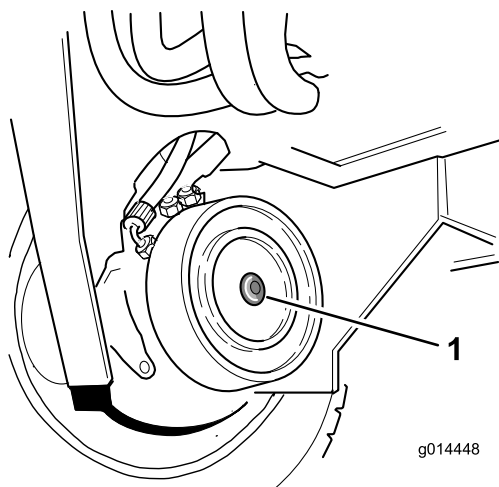

Figure 35
2. Identifiez le frein à disque du moteur de roue avant droite et enlevez le bouchon hexagonal (Figure 35).